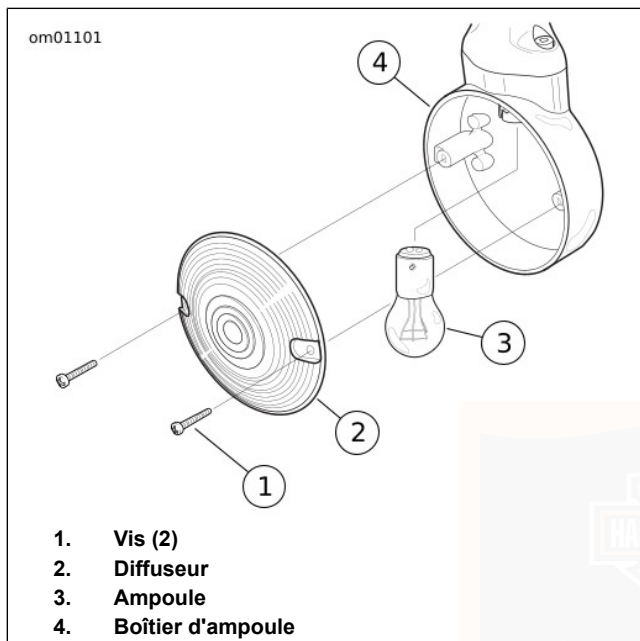

Figure 47. Ensemble de feu de direction : Diffuseur de style plat
1. Voir Figure 47. Retirer deux vis pour détacher le diffuseur du boîtier d'ampoule.